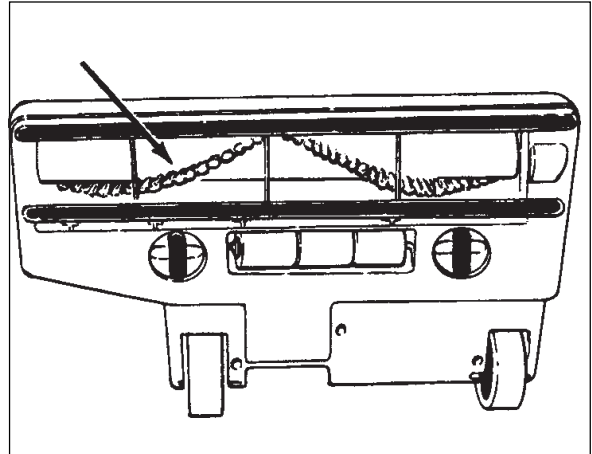

Figura 23
3. Eleve el conjunto del cepillo para retirarlo (consulte la figura 23).